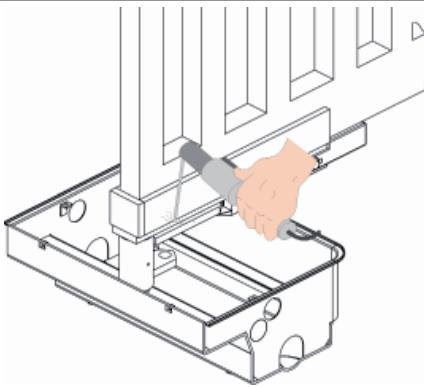

Fig. 11
- Souder le sabot de guidage à la patte de support (Fig. 11).